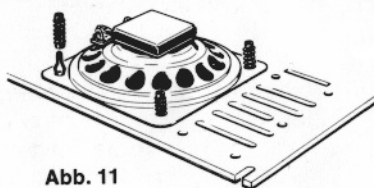

Abb. 11
4.1. **Lautsprecher (13)**
An der Frontkarte siehst du neben den Lautsprecherschlitten vier Befestigungslöcher für den Lautsprecher. Stecke durch sie von außen vier Haarnadelfedern, setze von der Innenseite den Lautsprecher auf und befestige ihn, indem du vier Klemmfedern auf die Haarnadelfedern setzt (Abb. 11). Die zum Lautsprecher führenden Drähte werden an den Ösen befestigt. Schiebe dazu auf beide Ösen je eine Spiralfeder (22) und drücke sie zusammen. In die Löcher der Ösen steckst du je einen Draht, der nach dem Loslassen der Spiralfeder festgeklemmt ist. Bei Lautsprechern mit drei Ösen werden nur die beiden äußeren benutzt.